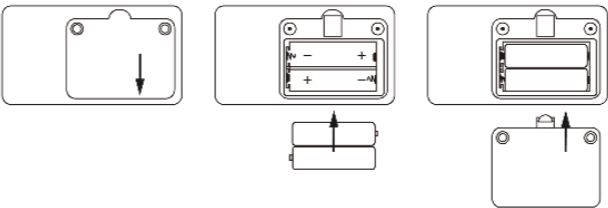

Figure 3. Installation des piles
- reportez-vous à la figure 3. Utilisez un tournevis pour dévisser les deux vis du compartiment à piles situé à l'arrière du produit et ouvrez le couvercle arrière du compartiment à piles.